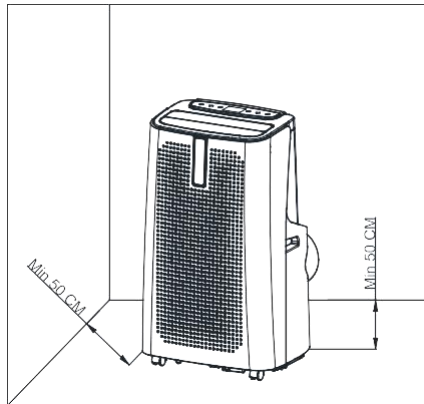

Abbildung4
- 1) Bewegen Sie die Maschine mit installierten Wärmerohr. Der Abstand zwischen dem Klimagerät, Wänden und anderen Gegenständen müssen mindestens 50 cm betragen (siehe Abb.4).